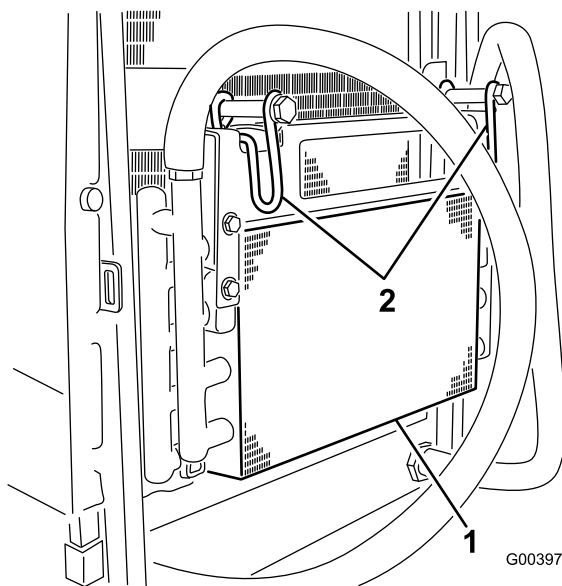

Figura 71
5. Gire los cierres hacia dentro para liberar el enfriador de aceite (Figura 71).